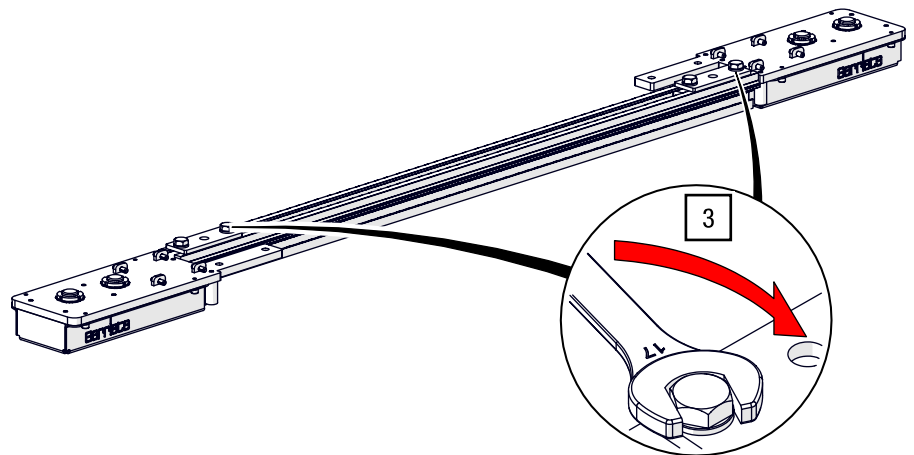

Abb. 60: Überlaufeinheit – Umlenkeinheiten mit dem Überlaufprofil verschrauben
3. Ziehen Sie die Schrauben an beiden Umlenkeinheiten an (siehe Abb. 60)